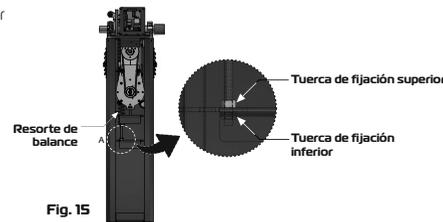

Fig. 15
**2** - Retire el resorte de balance que tiene dos tuercas de fijación (superior e inferior) ver **Fig. 15**.